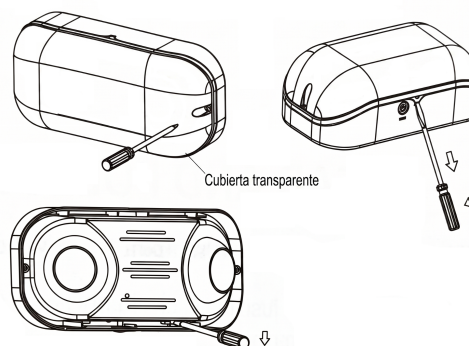

Fig 1
1. Use un destornillador para aflojar los 2 tornillos (ver Fig. 1).